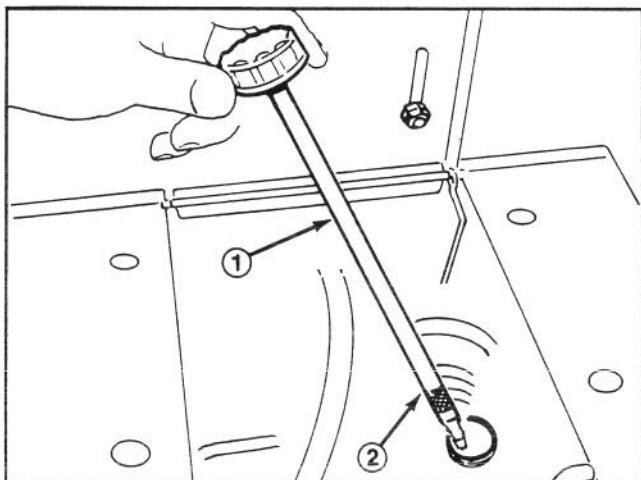

Fig. 1
3. Togliete l'asta di misurazione dal tubo di riempimento (Fig. 1).
5. Versate l'olio lentamente nella coppa (Fig. 1). Per il motore potete utilizzare qualunque tipo di olio detergente di prima qualità validato dalla classifica di servizio SF o SG dell'American Petroleum Institute (API). Scegliete un olio la cui viscosità (peso) sia adatta alla temperatura ambientale prevista.
6. Fate oscillare lievemente il trattore per far uscire l'aria racchiusa nella coppa dell'olio. Avvitate a fondo l'asta di misurazione nel tubo di riempimento, quindi toglietela ed accertate che il livello dell'olio raggiunga il segno di "pieno" FULL, sull'asta (Fig. 1). Se il livello fosse basso, rabboccate fino a raggiungere il segno di pieno.